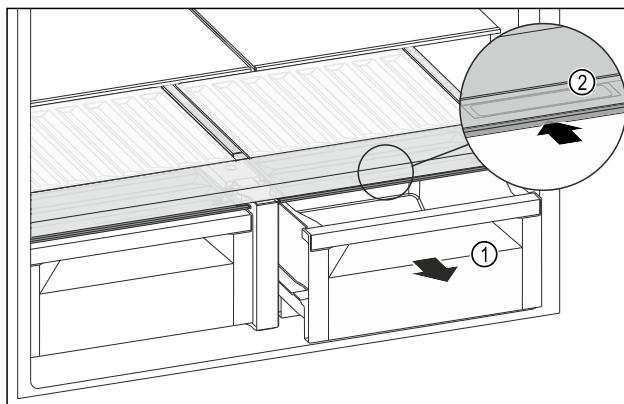

Fig. 128
- 拉出抽屉 Fig. 128 (1)。
- 抓住抽屉盖上的内嵌式拉手 Fig. 128 (2)，并同时向后推入抽屉盖。